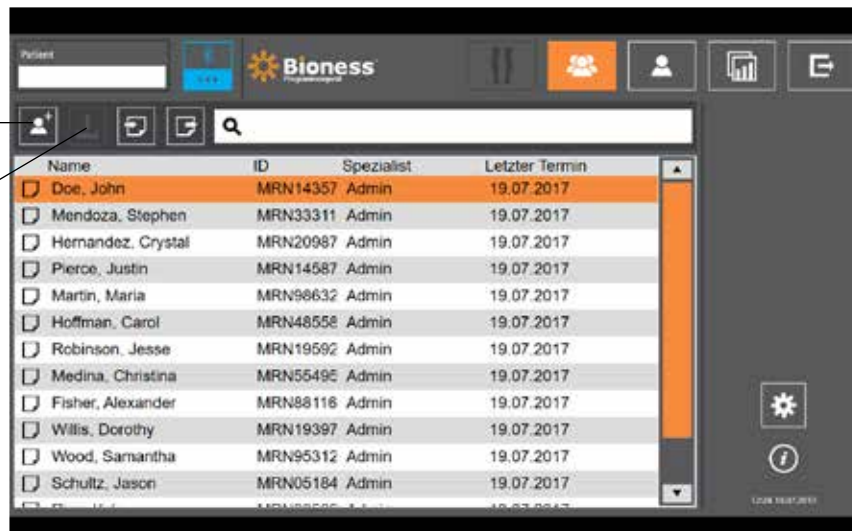

Abbildung 9-2: Symbol zum Hinzufügen eines neuen Patienten
2. Drücken Sie im Patientendatenbank-Bildschirm auf das Symbol zum Hinzufügen eines neuen Patienten. Siehe Abbildung 9-2.
2. Öffnen Sie den Patientendatenbank-Bildschirm, und markieren Sie den gewünschten Patienten in der Patientenliste. Siehe Abbildung 9-2.
3. Drücken Sie auf das Upload-Symbol. Siehe Abbildung 9-2. Daraufhin öffnet sich ein Fenster mit der Meldung „Alle Stimulatoren mit Patient programmieren: X, X“. Drücken Sie auf die Schaltfläche „Weiter“.